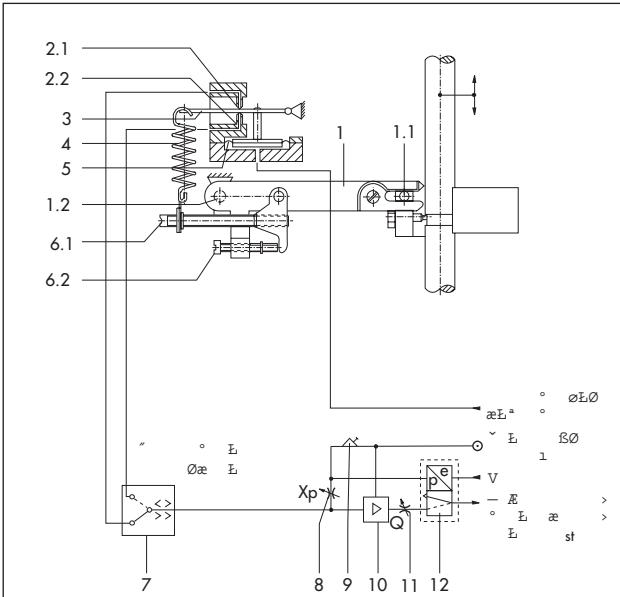
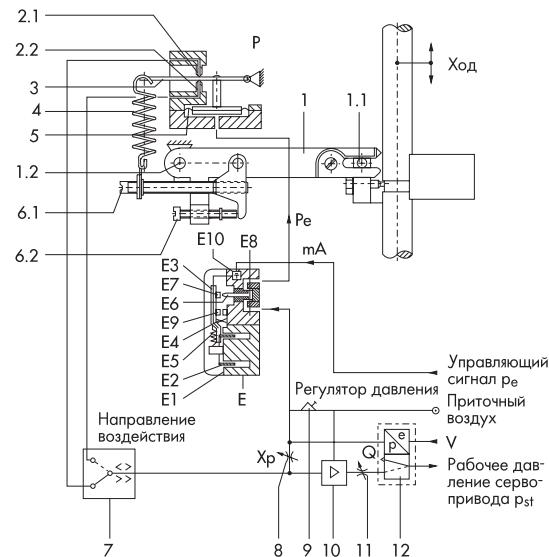

Рис. 5 · функциональная схема позиционера тип 3766
Рис. 6 · функциональная схема позиционера тип 3767
Пневматический позиционер тип 3766 (рис. 5) и электропневматический (i/p) позиционер тип 3767 (рис. 6) различаются лишь тем, что у i/p-позиционера имеется дополнительный блок преобразования (E).
У позиционера тип 3767 (рис. 6) сигнал постоянного тока i , поступающий из устройства регулирования, проходит через подвижную катушку (E2), находящуюся в поле постоянного магнита (E1). На балансире (E3) сила подвижной катушки, пропорциональная току i , сравнивается с силой скоростного напора, которую образует на сопле-заслонке (E7) струя из сопла (E6). С изменением сигнала тока пропорционально меняется и давление p_e , подводимое в пневматическую систему управления.